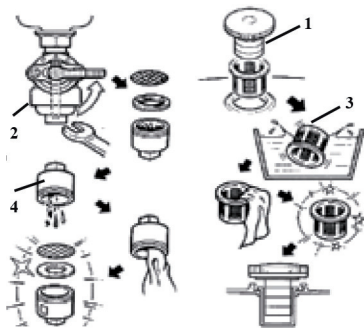

рис.5
- открутите крышку бензобака (рис.5 поз.1);
- снимите колпачок крана подачи бензина (рис.5 поз.2), стараясь не повредить уплотнение;
- удалите загрязнения с фильтров (рис.5 поз.3 и 4) промыванием в растворителе (типа Уайт-Спирит) и продувкой;